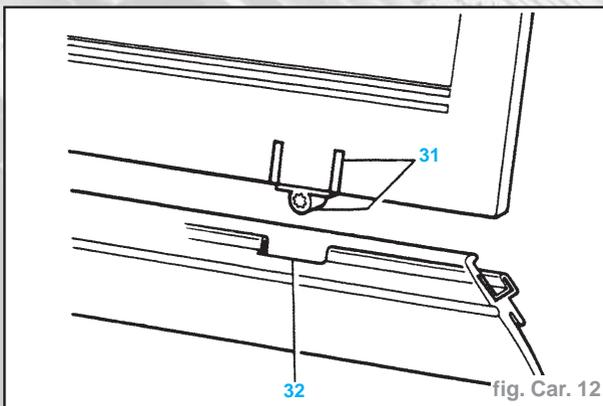

fig. Car. 12
- Avec un assistant : Fixer les ventouses sur la vitre et l'amener en position. Aligner soigneusement les repères prévus sur la bande d'occultation avec les supports (**31**). Abaisser le pare-brise sur la baie, contrôler l'alignement et appuyer fermement pour bien positionner la vitre dans la baie (Fig. Car. 12).